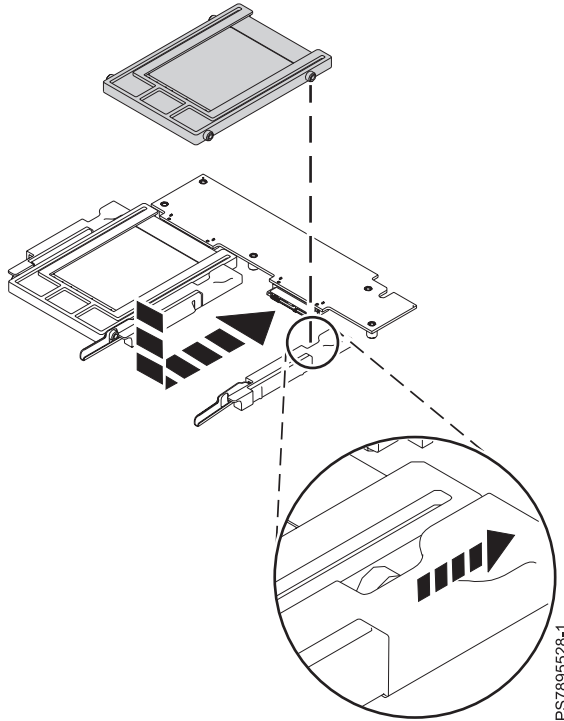

Figure 11. Installation d'un support d'unité SSD
Pour savoir comment installer l'unité de disque, voir figure 11.
9. Insérez le support dans l'unité de disque et poussez-le vers l'arrière du noeud de traitement (voir figure 11, à la page 42). L'unité SSD s'enclenche lorsqu'elle dépasse le levier situé à l'avant du tiroir.